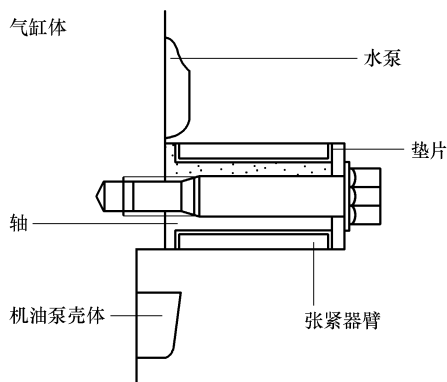

图 31-78 安装张紧器臂、轴和垫片
- 2) 把张紧器臂、轴和垫片安装到气缸体上，如图 31-78 所示。